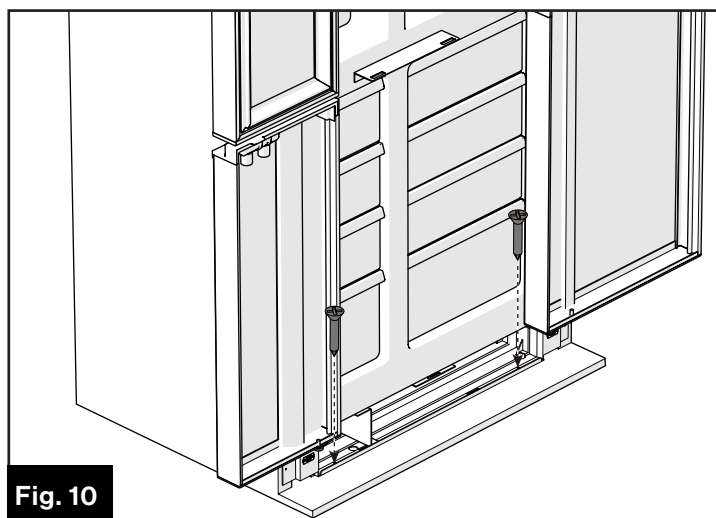

Fig. 10
7. Ouvrez les portes du bas du réfrigérateur et fixez le réfrigérateur dans l'enceinte à l'aide de deux vis autotaraudeuses. (Fig. 10)